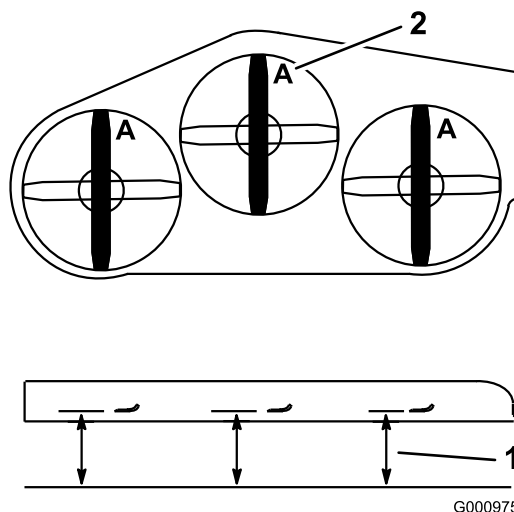

Figure 85
3. Tournez les lames dans le sens longitudinal. Mesurez la distance entre la surface plane et le tranchant (position A) des lames (Figure 85). Notez cette valeur.